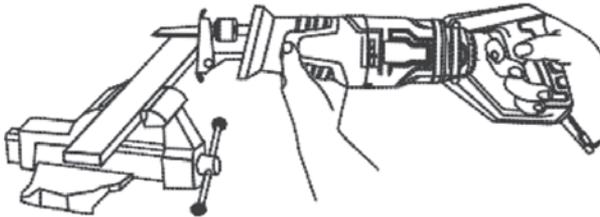

Fig. 4
4. Tenez la scie loin de votre corps et devant vous (Fig. 4).